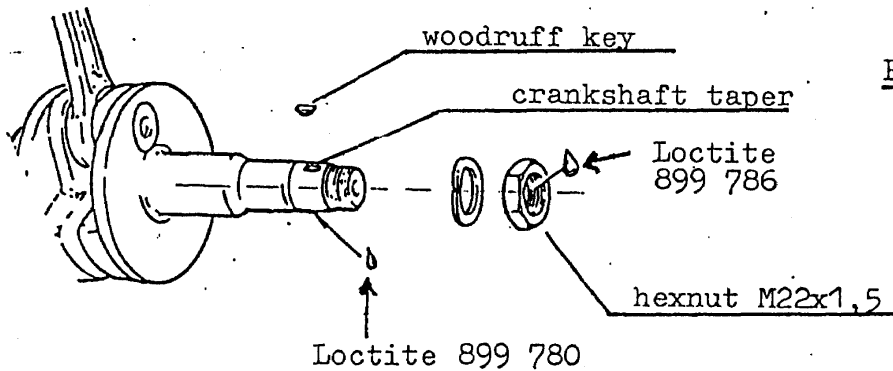

Fig. 3
1.3. Unscrew hexagonal nut M22 x 1,5 (fig. 3)
- 2.2. Insert woodruff key (fig. 3).